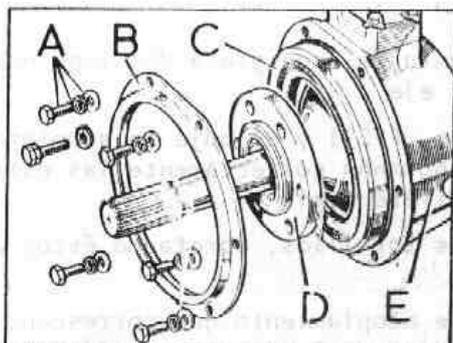
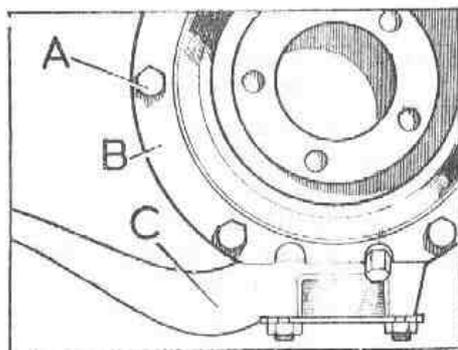

Fig. F-30 Retén de aceite para el cáster del pivote
Fig. F-31 Posición del tornillo de ajuste del tope de dirección
- 1.5. Extraer el aro, B (Fig. F-30) de retenida del retén, C, del cáster del pivote.
- 2.1. Cubrir el retén, C (Fig. F-30) del cárter del pivote con grasa tensa, e instalarlo con su aro de retenida, B, situando el tornillo de ajuste, A (Fig. F-31) en el agujero que ocupa la posición más adelantado.